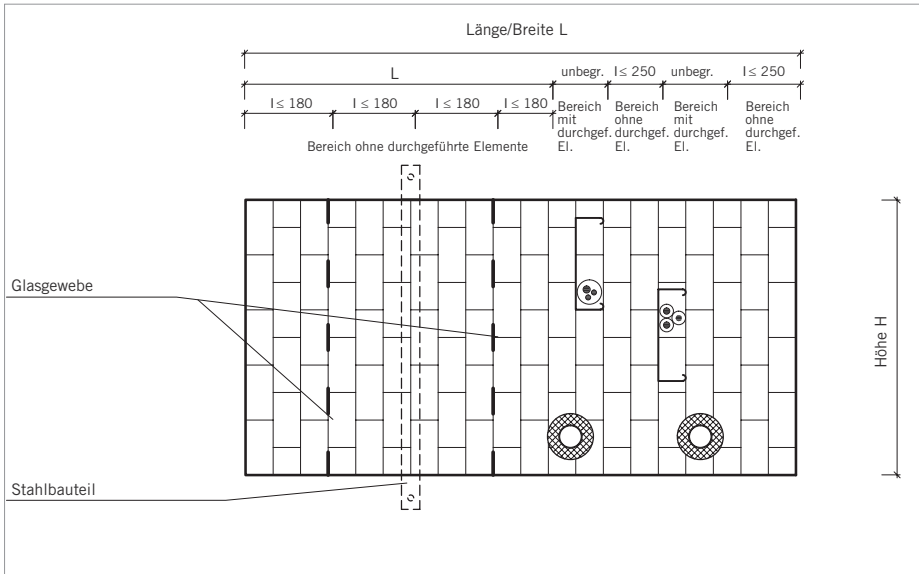

Bild 4: (Schottdicke 144 mm)
- / Schottbereiche in Decken ohne Installationen mit einer Länge größer 180 mm bzw. 250 mm (Schottdicke 144 mm), 250 mm bzw. 500 mm (Schottdicke 200 mm) sind mit Stahlbauteilen unterhalb der Kabelabschottung (Mindestabmessung 40 mm x 2 mm) alle 180 mm (Schottdicke 144 mm), 250 mm bzw. 500 mm (Schottdicke 200 mm) zu unterstützen (s. Bild 4 und 5). Bei einer Schottdicke von 144 mm darf anstelle eines Stahlbauteils ein Glasgewebe in die Lagerfugen eingelegt werden (s. Bild 4)